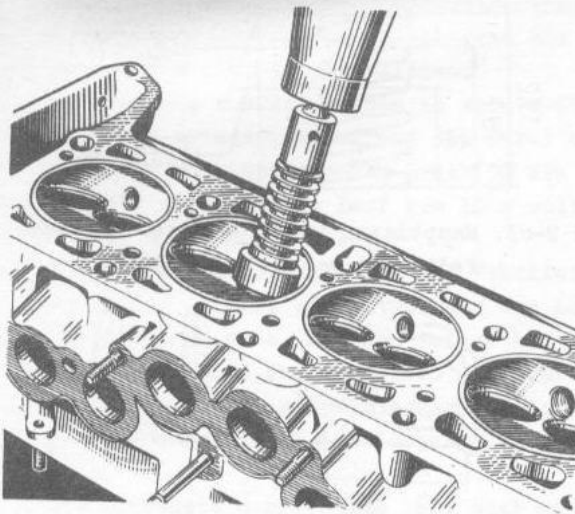

Bild 2-59. Schleifen des Dichtkegels an Ventilsitz
- auf Spindel A.94069 den Kegelring A.94078 für Auslaßventilsitze oder Kegelring A.94100 für Einlaßventilsitze stecken, Spindel in Schleifmaschine festmachen und Ventilsitz schleifen (Bild 2-59).